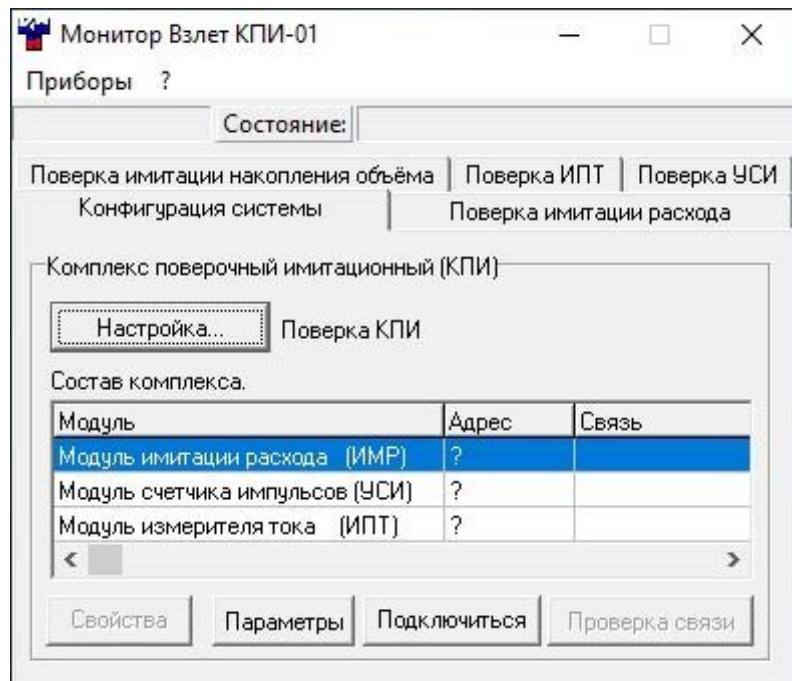

Рис.15. Вид основного окна для целевой задачи «Проверка КПИ».
- запустить на ПК программу «Монитор Взлет КПИ-01» и выполнить ее настройку. Порядок работы с ПО описан в разделе 2.4.1. Для проведения поверки выбирается целевая задача **Проверка КПИ** (рис.3). Основное окно будет иметь вид, представленный на рис.15.